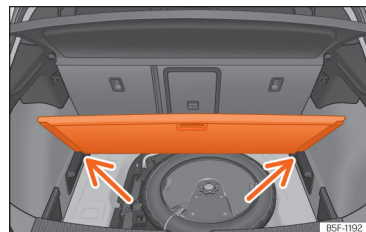

Fig. 189 Piso variável da bagageira: posição inclinada.
- Apoie o piso sobre os alojamentos previstos para o efeito »» Fig. 189 [setas].